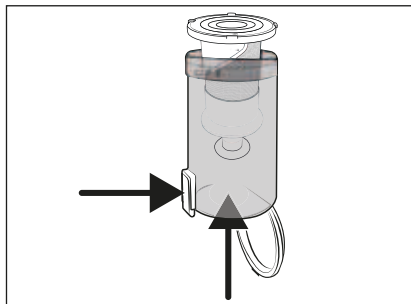

Fig. 18
- 3) Retirez le filtre en acier inoxydable **6** du bac à poussière **7**, en appuyant sur la touche de déverrouillage du couvercle du bac à poussière **8**. Glissez alors le filtre en acier inoxydable **6** hors du bac à poussière **7**, par le bas (voir fig. 18).